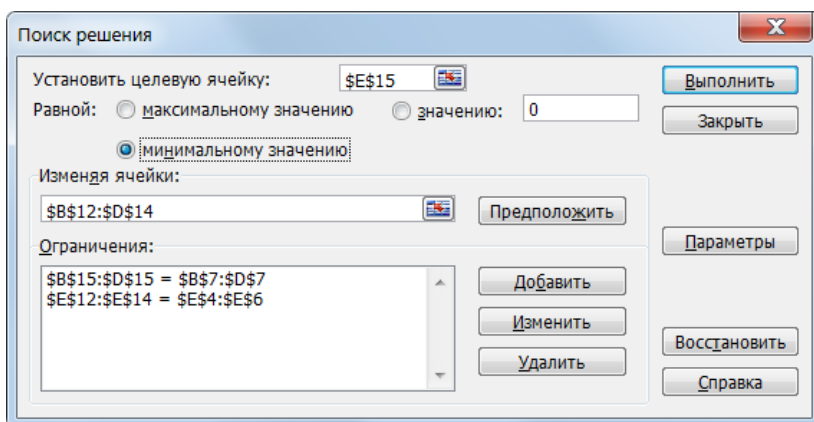

Рис. 8. Диалог **Поиск решения** с кнопкой **<Выполнить>** для запуска программы
6. В окне диалога **Поиск решения** нажмите кнопку **<Выполнить>** для получения результата (рис. 8).